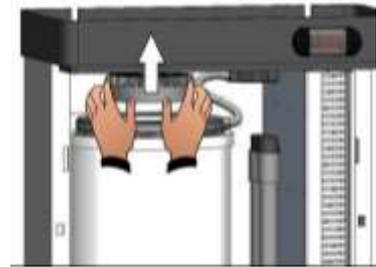

Fig. 31
4. Alzare la flangia vapore superiore sganciandola dal cilindro (fig. 31).